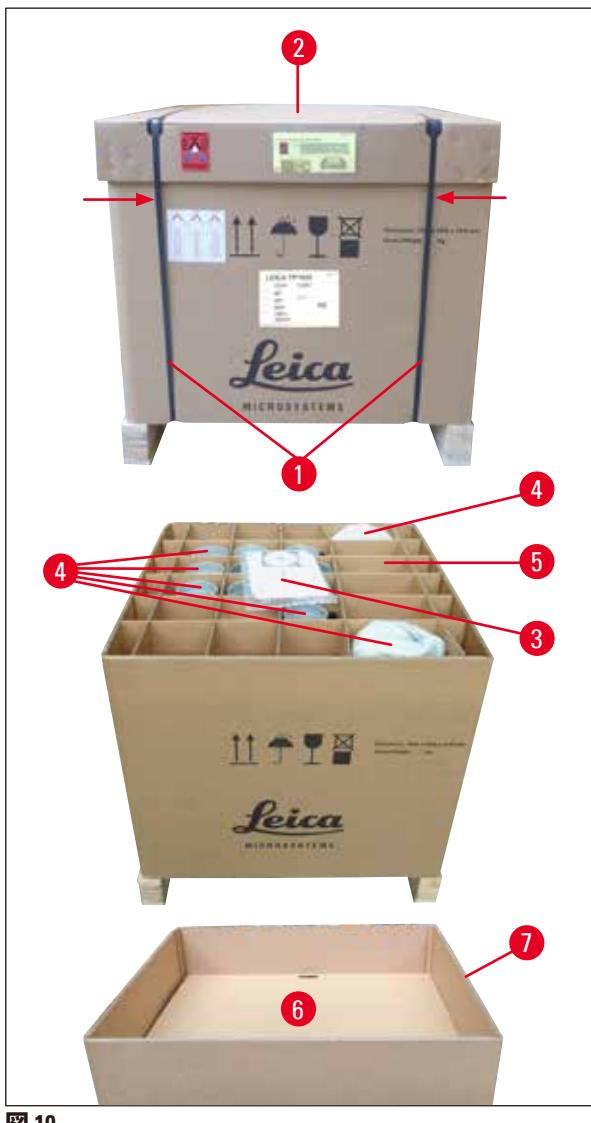

図 10
- メタルストリップ(→図10-1)を取り外すには、金属ばさみと適切な手袋が必要です。枠箱の横に立ち、図で示された箇所でストリップを切断します(図(→図10)の印を参照)。